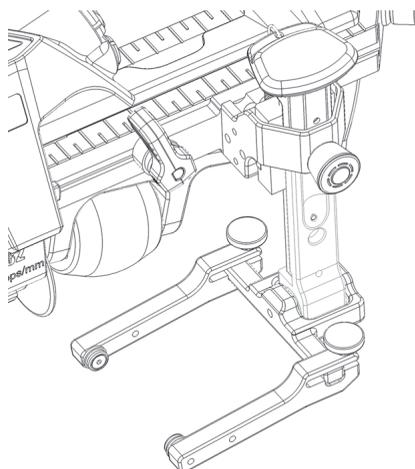

図 2-7 レールの溝に挿入された状態のプローブホルダー
3. カムピンが水平に揃ったままであることを確認しながら、プローブホルダーをレールの溝に強く押し込みます（44 ページの図 2-7）。